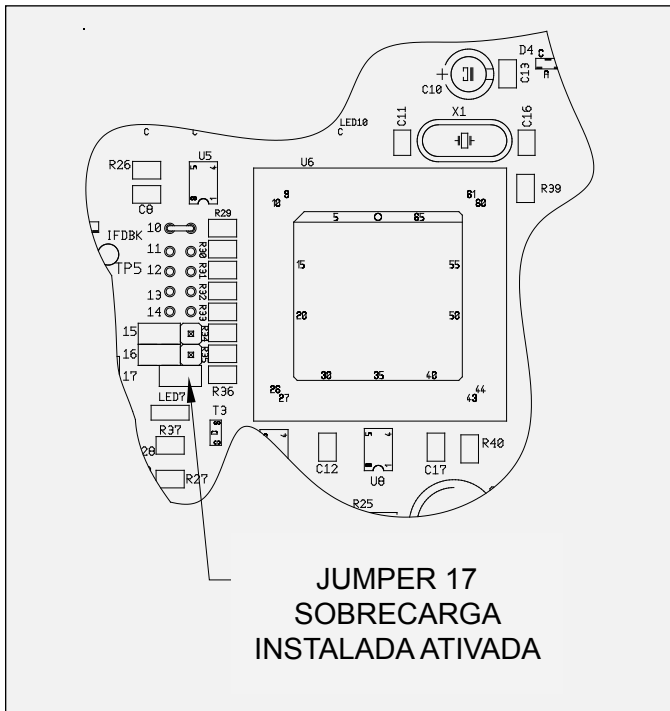

Figura 11: Localização do Jumper - Ativação de sobrecarga
2. Coloque o jumper entre os dois (2) pinos no local 17 na placa PC principal (consulte a Figura 11).